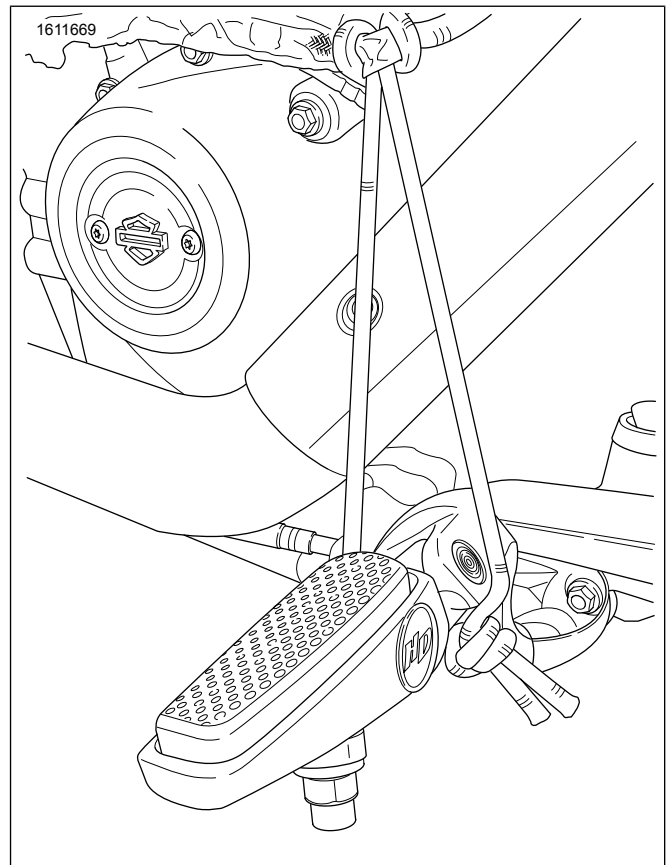
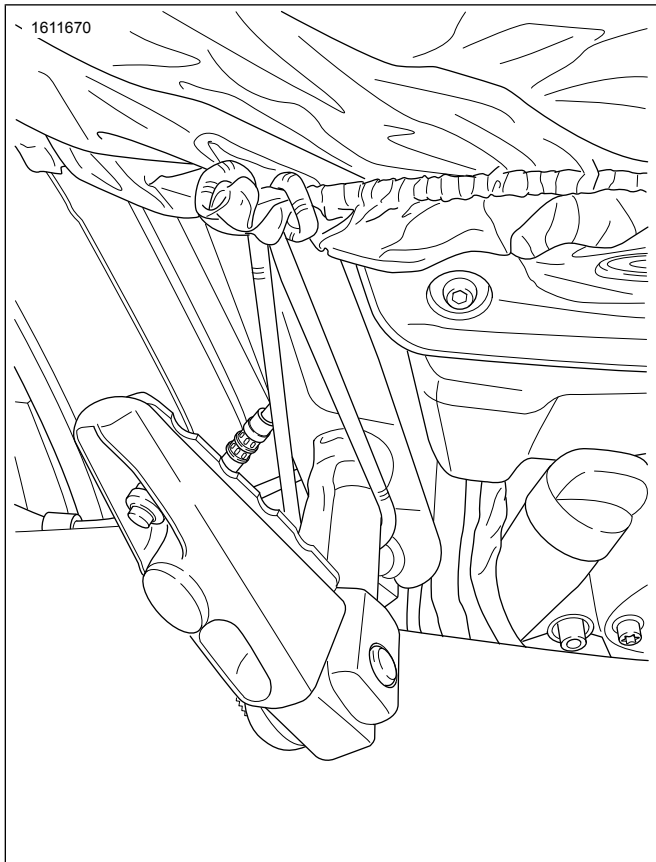

Figure 7. Attache du repose-pied pilote
Figure 8. Attache du repose-pied passager
- b. Voir Figure 7 et Figure 8 . Repose-pieds passager et marchepieds.